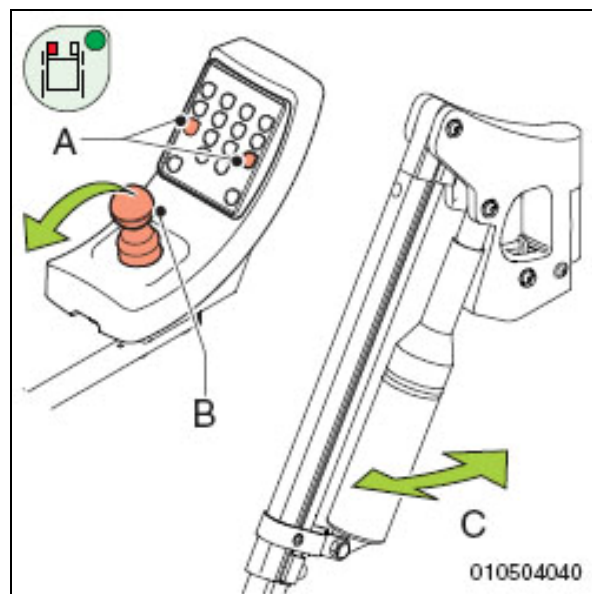

Abbildung 3.20
- Drücken Sie auf dem Bedienfeld der Bedieneinheit auf das Symbol (Abb. 3.20 - A) für die Winkelverstellung (Abb. 3.20 - C) der Beinstütze, deren Winkel eingestellt werden soll. Jetzt muss die Anzeige des gedrückten Symbols leuchten.
- Bewegen Sie den Joystick (B) nach vorn, um die Beinstütze weiter nach oben zu stellen, bzw. nach hinten, um die Beinstütze weiter nach hinten zu stellen.